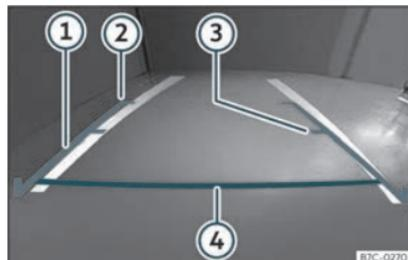

Fig. 193 Écran du système d'infodivertissement : lignes d'orientation.
- La charge du véhicule modifie la représentation des lignes d'orientation projetées >>> fig. 193. La largeur qu'elles représentent diminue avec le niveau de charge du véhicule. Faites attention à l'environnement lorsque l'intérieur ou le coffre est chargé.
»» **fig. 193**